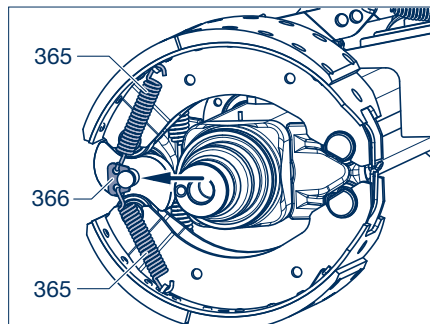

Рисунок 36
- [21] Зацепить возвратную пружину (363) за серьги на наружной стороне тормозных колодок (по направлению к центру оси), см. рисунок 36 на стр. 58.